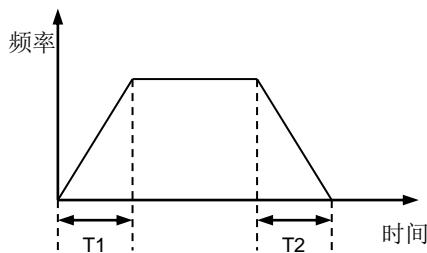

图 6-20 直线加减速
- 直线加减速，驱动器输出频率按已设定斜率增加或减小，如图 6-20 所示。